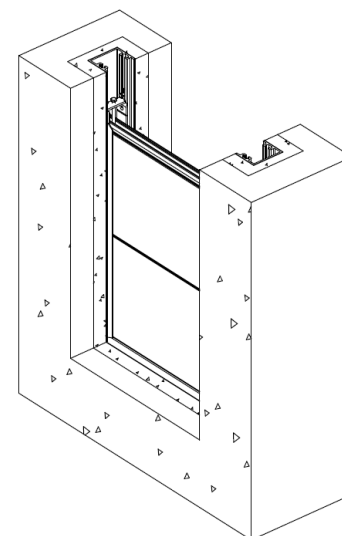

Figura 4
- Realizar el hormigonado de segunda fase para dejar el bastidor embebido. Prestar siempre especial atención en no dañar la junta de estanqueidad (ver Figura 4)